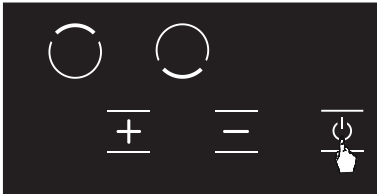

Afbeelding 9
2. Druk één maal op de relevante kookzone selectieknop. Het **0** pictogram wordt weergegeven als het de eerste maal aanraakt. (Zie Afb. 9)